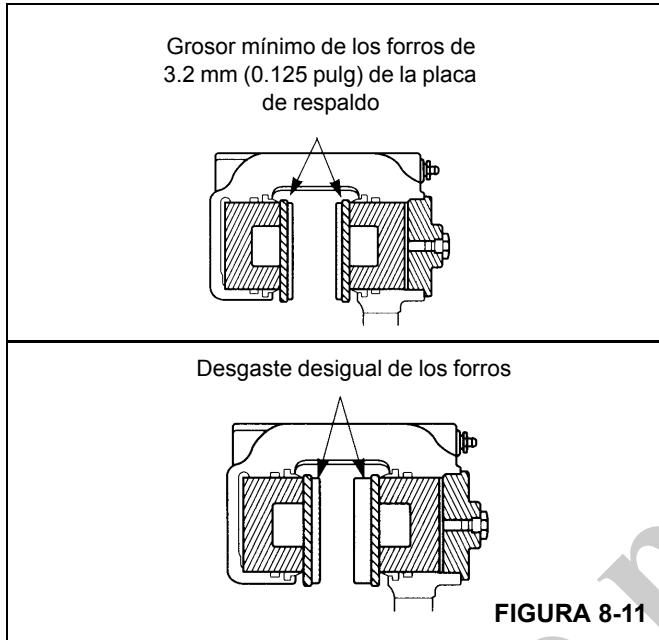

FIGURA 8-11
- Desgaste de forros. Reemplace los forros cuando su grosor mida menos de 3.2 mm (0.125 pulg) medido desde la placa de respaldo (Figura 8-11).
- Desgaste no uniforme de forros. Reemplace los forros si el grosor de los dos forros es significativamente desigual. Verifique que los émbolos funcionen correctamente. Reemplace el émbolo y/o la caja si uno de los émbolos se desvía dentro de su cavidad. Compruebe que la superficie del disco esté plana y paralela respecto a los forros (Figura 8-11).